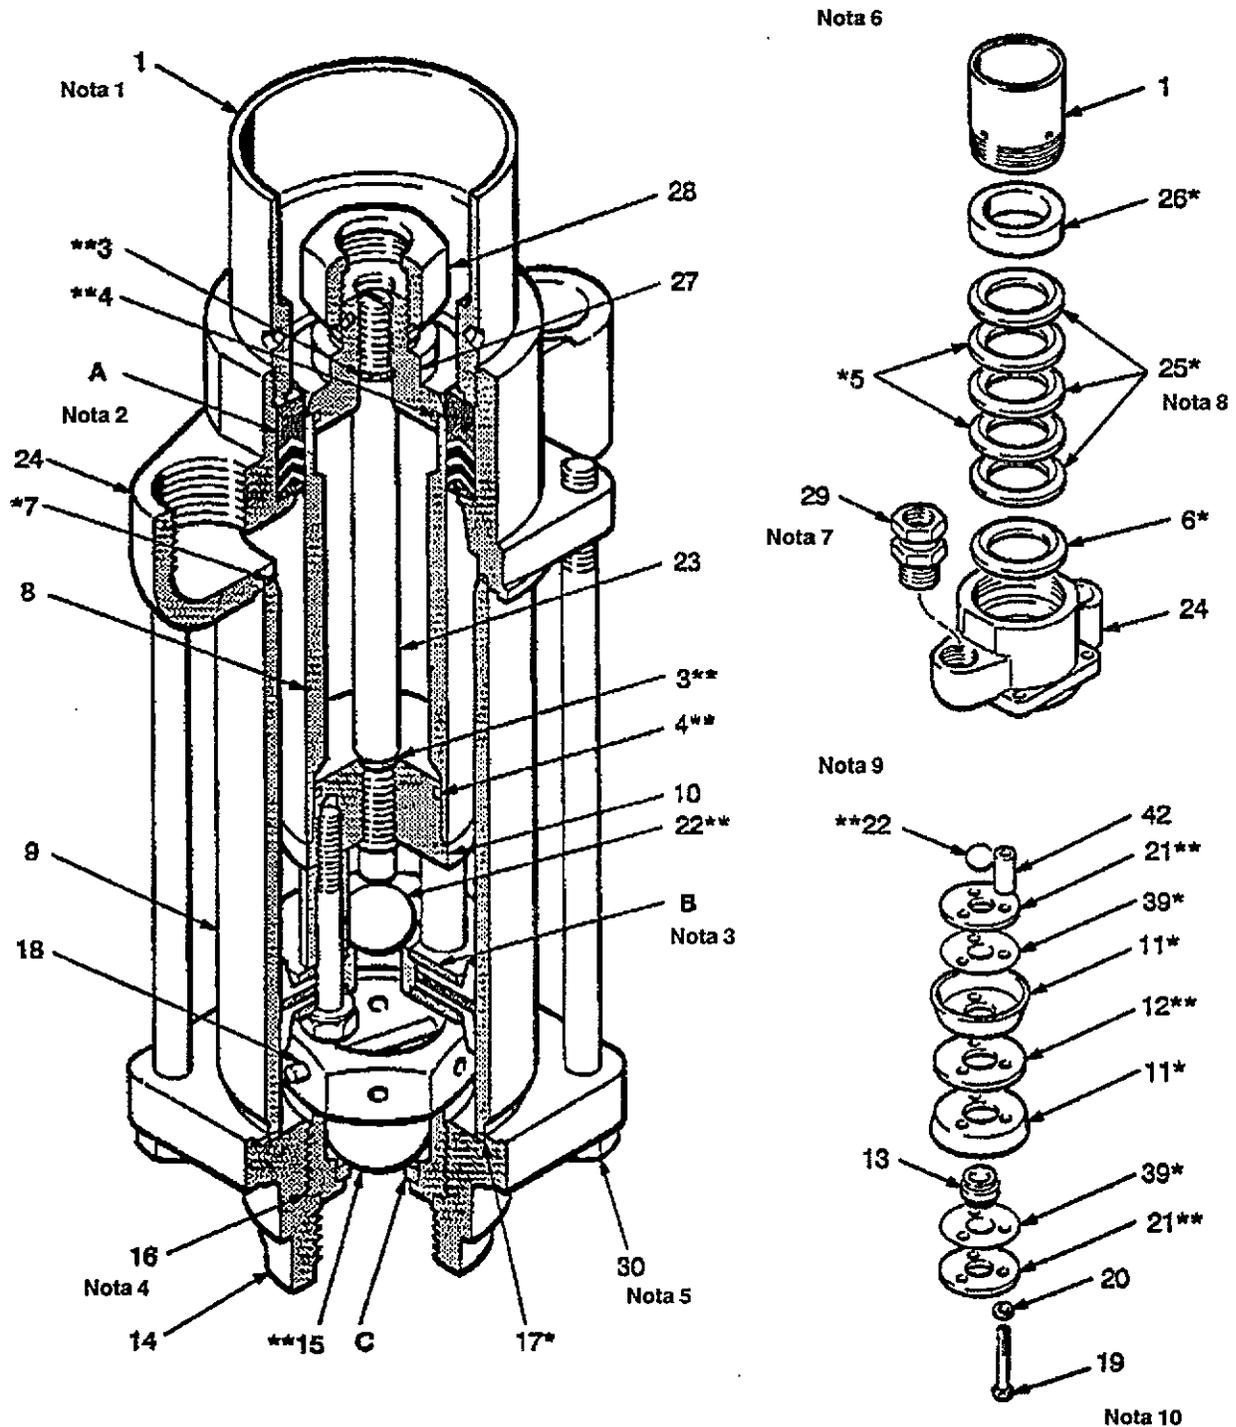

Fig. 1
## Démontage (Voir Fig. 1)
## Remontage (Voir Fig. 1)
2. S'il a été nécessaire de démonter l'ensemble de tige de piston, remonter les chapeaux supérieur et inférieur (27, 10) ainsi que la tige plongeante (23) sur la tige de piston (8). Visser la tige plongeante dans le chapeau inférieur jusqu'à ce qu'elle fasse saillie de la longueur voulue, que l'on a notée au point n° 12 de la procédure de Démontage.
3. Mettre en place l'anneau presse-joints mâle (6\*), les joints en V (25\* et 5\*) et l'anneau presse-joints femelle (26\*) dans le carter de sortie (24), ainsi qu'illustré au Détail A de la Fig. 1. Installer les joints en V un à la fois, leurs lèvres orientées vers le bas ; alterner les joints en polyéthylène ultra-haute densité (25\*) avec ceux en cuir (5\*).
4. Installer le joint (7\*) dans le carter de sortie (24). Mettre l'écrou/coupelle de presse-étoupe (1) en place sans le serrer. Engager l'ensemble de tige de piston par le fond du carter de sortie et le pousser vers le haut jusqu'à ce que les filets du chapeau supérieur (27) se trouvent à peu près de niveau avec le sommet de l'écrou/coupelle de presse-étoupe.
5. Assembler le piston en plaçant une rondelle (20) sur chacune des trois vis (19). Placer une rondelle de piston (21) et un joint (39\*) par-dessus les trois vis. Placer le siège de clapet de piston (13) au centre de l'ensemble de piston de telle sorte que sa lèvre vienne reposer contre le joint (39). Continuer à empiler les pièces sur les vis (19) dans l'ordre suivant : joint en coupelle (11\*) orienté vers le bas, rondelle de renfort (12), joint en coupelle (11\*) orienté vers le haut, joint de piston (39\*) et rondelle de piston (21). Placer la bille de piston (22) sur le siège (13). Voir le Détail B de la Fig. 1.
6. Placer une entretoise de piston (42) sur chacune des vis (19). Appliquer de l'étanchéifiant à filetages sur les vis et visser l'ensemble de piston dans le chapeau inférieur (10). Serrer les vis (19) au couple de 27 à 34 N.m.
7. Guider avec précaution le cylindre (9) par-dessus l'ensemble piston/ tige de piston jusqu'à ce qu'il vienne reposer contre le carter de sortie (24).
8. Appliquer de l'étanchéifiant à filetages et visser l'ensemble arrêt et siège (16) sur le logement de clapet de pied (14). Installer le joint (17\*) sur le logement de clapet de pied.
9. Placer la bille (15) sur le siège de l'ensemble de siège et arrêtoir (16). Installer la goupille d'arrêt de bille (18) dans le jeu de trous duquel elle avait été retirée. (Pour refaire le réglage de la course de la bille, voir la rubrique «Réglage des clapets de piston et de pied».)
10. Lubrifier les tirants (30) et installer une rondelle d'arrêt (31) sur chacun d'entre eux. Faire passer les tirants à travers le logement de clapet de pied (14) et les engager dans le carter de sortie (24). Serrer alternativement et en croix au couple de 22 à 25 N.m.
12. Remplir l'écrou/coupelle de presse-étoupe (1) au tiers de liquide TSL Graco ou d'un solvant approprié. Rebrancher tous les flexibles et remettre la pompe en service.